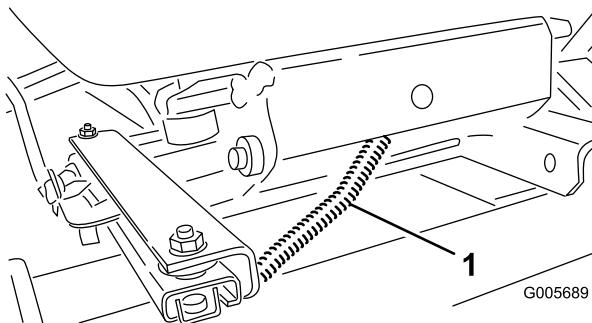

**Figura 12**
1. Monte o conjunto da suspensão do banco com 4 parafusos de capa na parte de baixo do banco e fixe-o com 4 anilhas de retenção, anilhas planas e porcas (Figura 12).
2. Desaperte ligeiramente (2) grampos R do lado direito da parte de baixo do banco com 2 parafusos de capa e anilhas planas fornecidos no kit (Figura 12). Instale o tubo manual nos grampos R e aperte os parafusos de capa (Figura 12).
3. Monte o apoio do banco sobre quatro pinos rosados na parte de baixo do conjunto da suspensão do banco e fixe-o no lugar com porcas de flange (Figura 12).